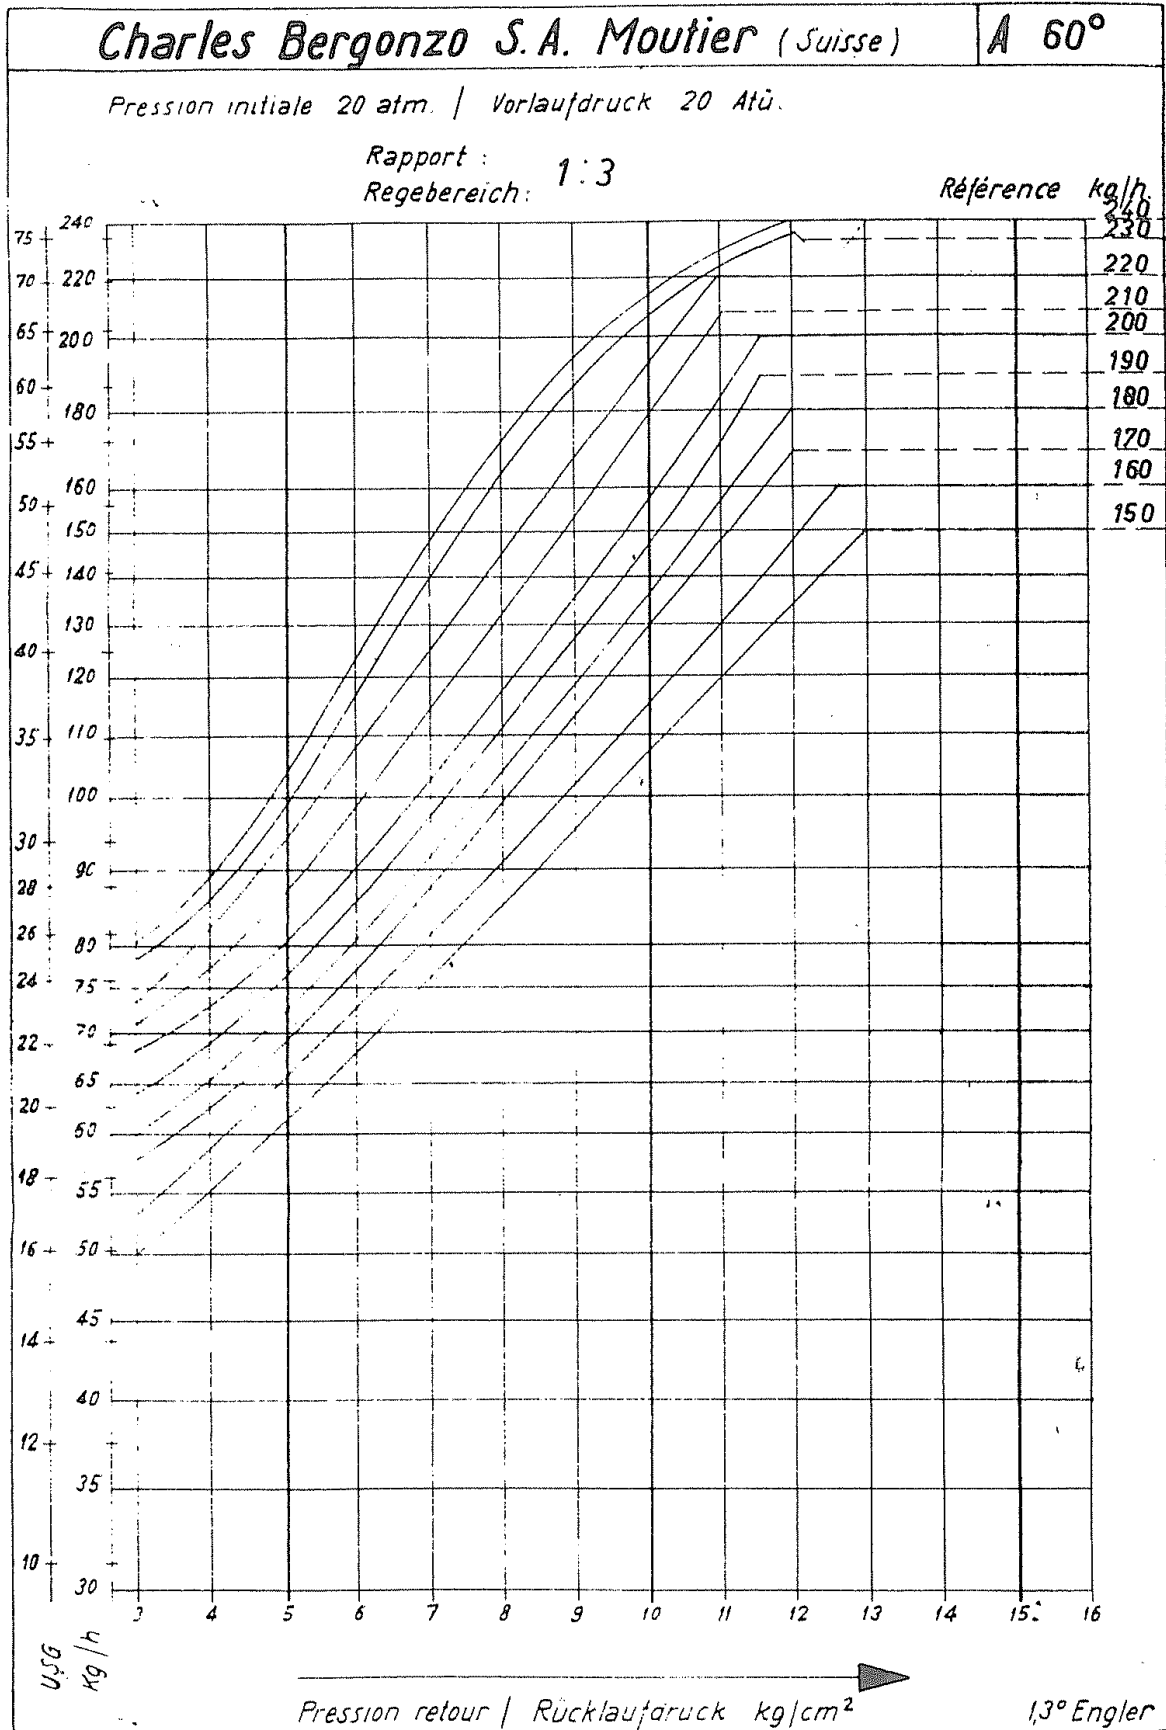

Рис. 10
**ВНИМАНИЕ:** установка выходного давления регулятора VD-R осуществляется воздействием на регулировочную кольцевую гайку (рис. 10). Положение индикатора на циферблате показывает значение давления на выходе, рассчитанное в процентах от полной шкалы PS датчика (рис. 11).